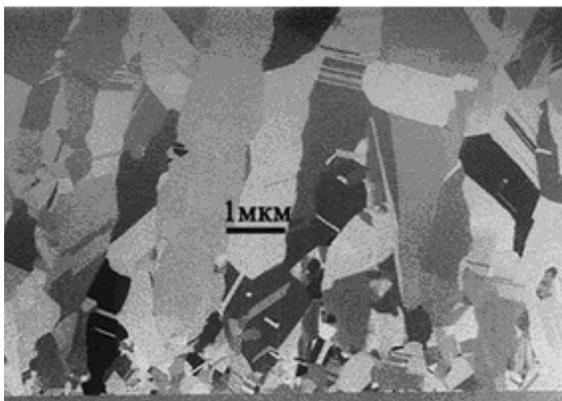
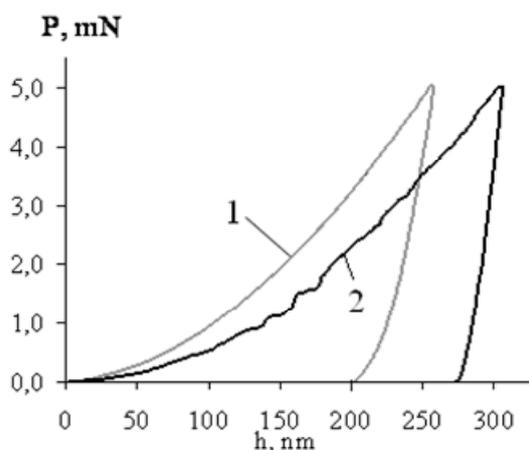

Рис. 5 ПЭМ-изображение поперечного среза фольги на основе твердого раствора Mo-Cu, полученной методом вакуумного осаждения
Рис. 6 Диаграммы P-h поверхности со стороны межфазной границы и свободной поверхности твердого раствора на основа Mo-Cu, полученные методом наноиндентирования
7. Какому из приповерхностных слоев фольги из твердого раствора Cu-Mo (ПЭМ-изображение среза на рис.5) соответствует нагрузочно-разгрузочная кривая 1, а какому кривая 2, полученная методом наноиндентирования (рис. 6)? Почему?